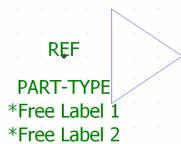
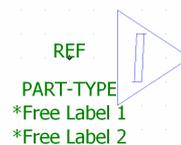

图 5-9 绘制的基本形状
图 5-10 绘制施密特触发输入特性的符号
(5) 执行“多边形”和“任意角度”命令后，就可以在编辑器中绘制图形。在任意点处单击鼠标左键，开始绘制二维图形，在需要拐角的地方单击鼠标左键，当多边形绘制完成回到起点时双击鼠标左键自动结束绘制。绘制的 74LS14 门的外形如图 5-9 所示。
(6) 如果所绘制的 2D 线需要修改，可以单击修改 2D 线图标按钮进行修改。
(7) 继续选择“路径”和“任意角度”命令，绘制施密特触发输入特性的符号，绘制的结果如图 5-10 所示。如果需要修改线条，则可以单击修改 2D 线图标按钮进行修改。